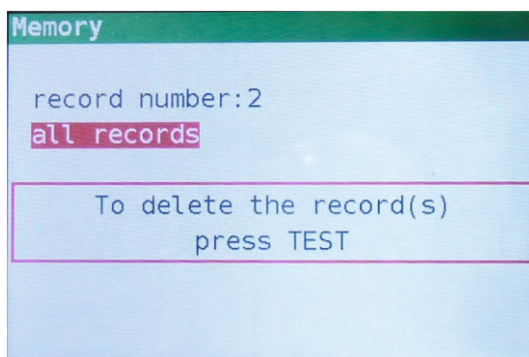

Figura 7.7: Pantalla de borrado
Paso 5 Presione la tecla **ABAJ0** para seleccionar todos los registros (Figura 7.7)